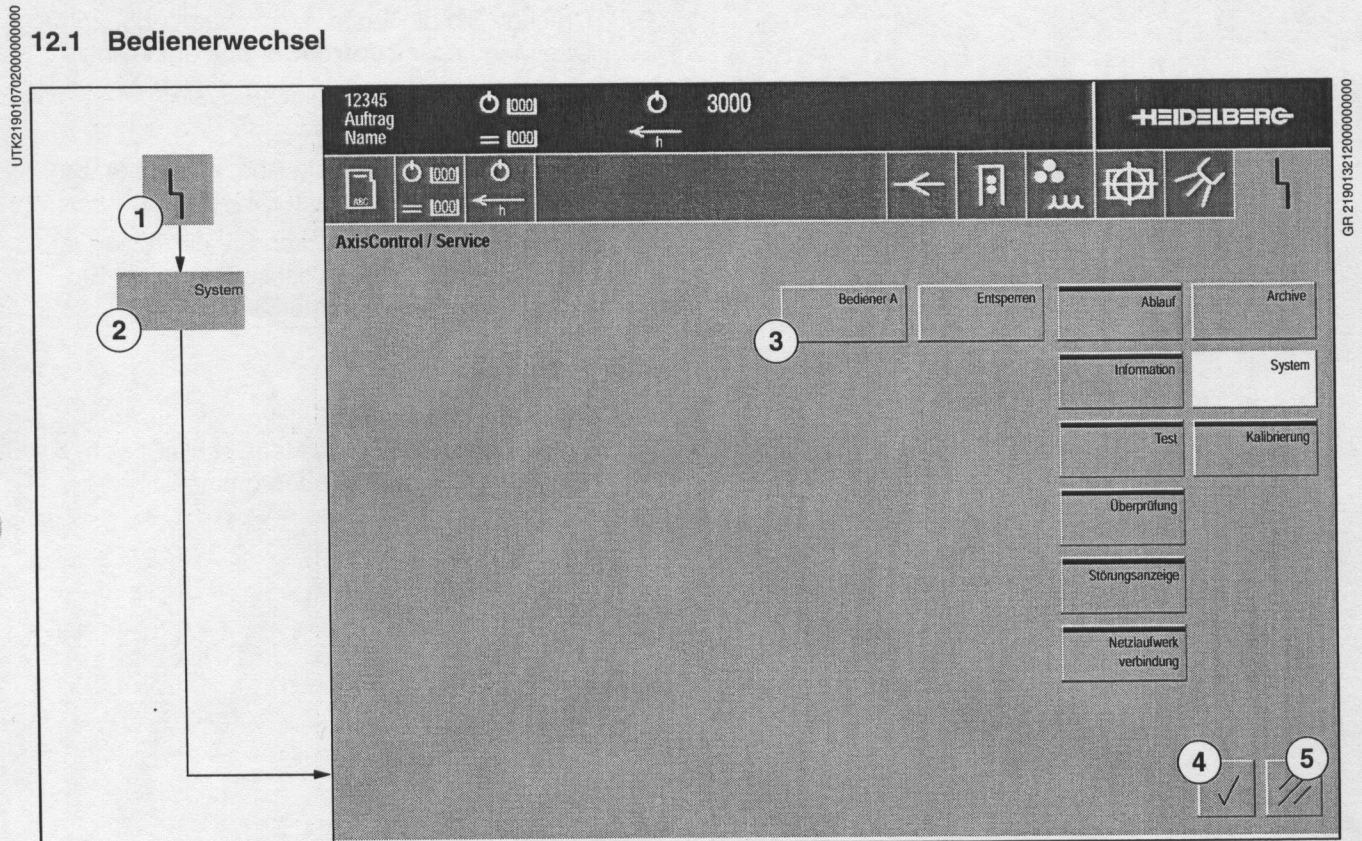

Abb. 25 Menü AxisControl/Service
1. Drücken Sie in der Kopfzeile die Taste *Störung* (Abb. 25). Das Menü **Störung** erscheint.
2. Drücken Sie die Taste *Service* (Abb. 25/2). Das Menü **Service** erscheint.
3. Drücken Sie die Taste *AxisControl* (Abb. 25/3). Das Menü **AxisControl/Service** erscheint.
4. Drücken Sie die Schaltfläche *System* (Abb. 25).
5. Durch Drücken der Taste Abb. 25 können Sie zwischen Benutzer A und B wechseln.
6. Änderung sichern: Drücken Sie die Taste *OK* (Abb. 25/4). Das Menü schließt sich, die Einstellung wird übernommen.
Änderung verwerfen: Drücken Sie die Taste *Löschen* (Abb. 25/5). Das Menü schließt sich, die Einstellung wird nicht übernommen.